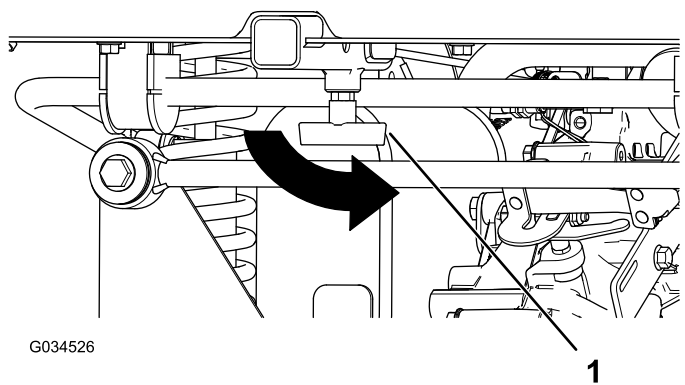

Figura 20
- Aperte a pega em “T” rodando-a no sentido contrário ao dos ponteiros do relógio (Figura 20).